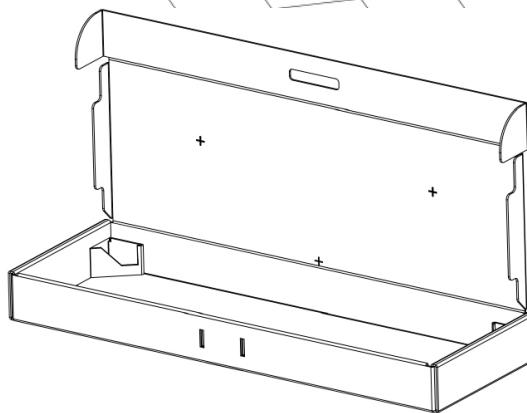

Fig. 3
- Velg posisjonen på vegggen iht. målene som er angitt i Figur 1. Åpne esken, og legg den mot vegggen (Fig. 3). Lag deretter merker på vegggen gjennom hullene i esken.